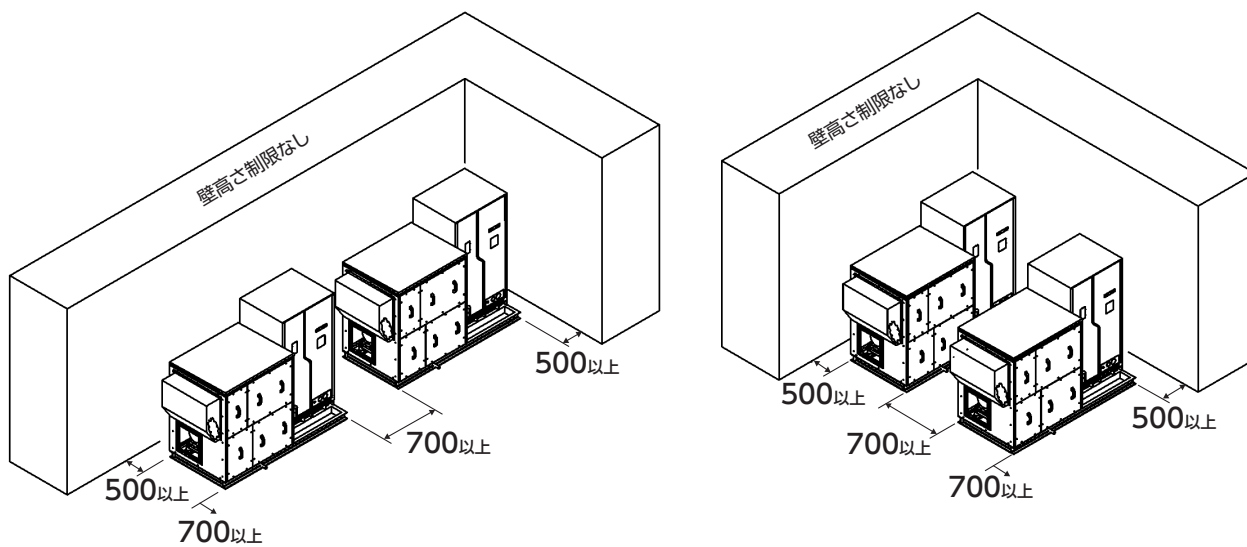

図 3-2 所要スペース例（複数設置）
- ・ 複数台の製品を並べて設置する場合は、図 3-2に示す例を参考に所要スペースを確保してください。